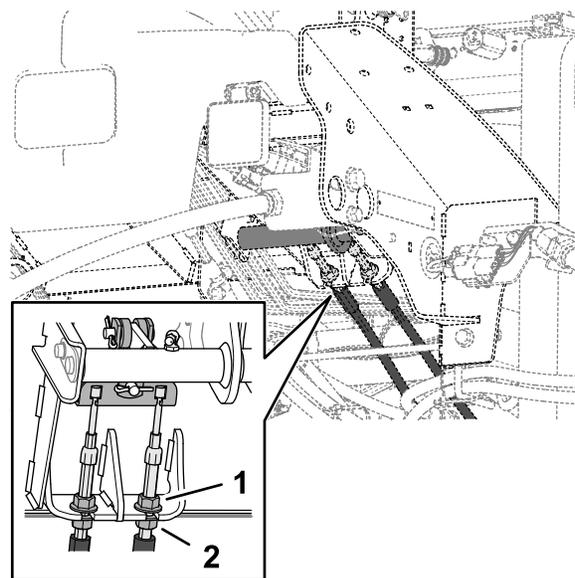

Figura 113
5. Per ridurre il gioco del pedale del freno, allentate i controdadi sull'estremità filettata di ogni cavo del freno (Figura 113).